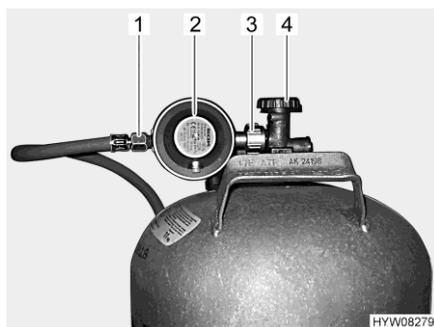

Fig. 43 Raccord bouteille de gaz
- Fermer le robinet principal (Fig. 43,4) de la bouteille de gaz. Observer le sens de la flèche.
- Maintenir le régulateur de pression du gaz (Fig. 43,2) et ouvrir la vis moletée (Fig. 43,3) (en général filetage à gauche).
- Retirer le régulateur de pression du gaz avec la lyre (Fig. 43,1) de la bouteille de gaz.
- Placer le régulateur de pression du gaz (Fig. 43,2) avec la lyre (Fig. 43,1) sur la bouteille de gaz et serrer la vis moletée (Fig. 43,3) (en général filetage à gauche). **Ne pas** serrer trop fort.